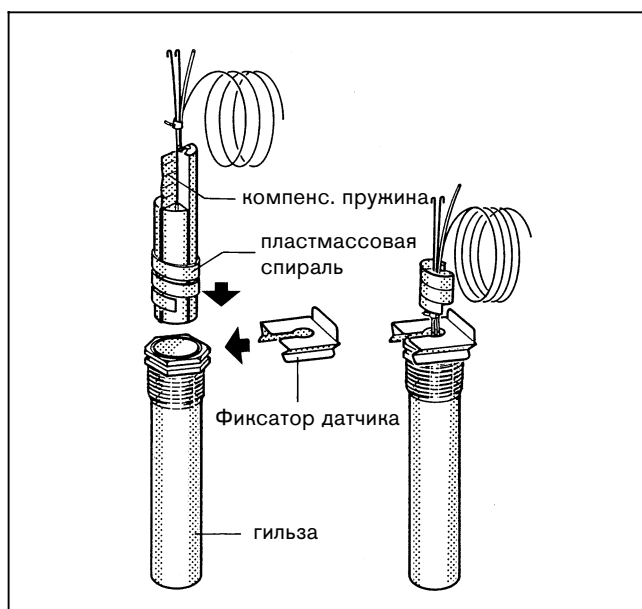

Рис. 10 – Принципиальный чертёж
- Пластмассовая спираль, удерживающая датчики, отводится, при вставке автоматически назад (рис. 10).
Чтобы обеспечить контакт между гильзой и поверхностями датчиков и, таким образом, правильную теплопередачу, между датчиками необходимо вставить компенсационную пружину (рис. 10).
- Надеть сбоку или сверху головки гильзы фиксатор датчика (рис. 10).